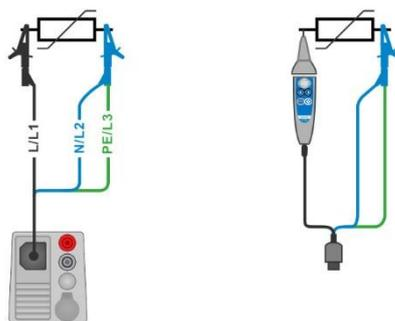

Abbildung 7.14: Anschluss des 3-adriger Prüfleiters und der Commander-Prüfspitze
- › Schließen Sie die Prüfleitungen am Prüfobjekt an (siehe **Abbildung 7.14**).